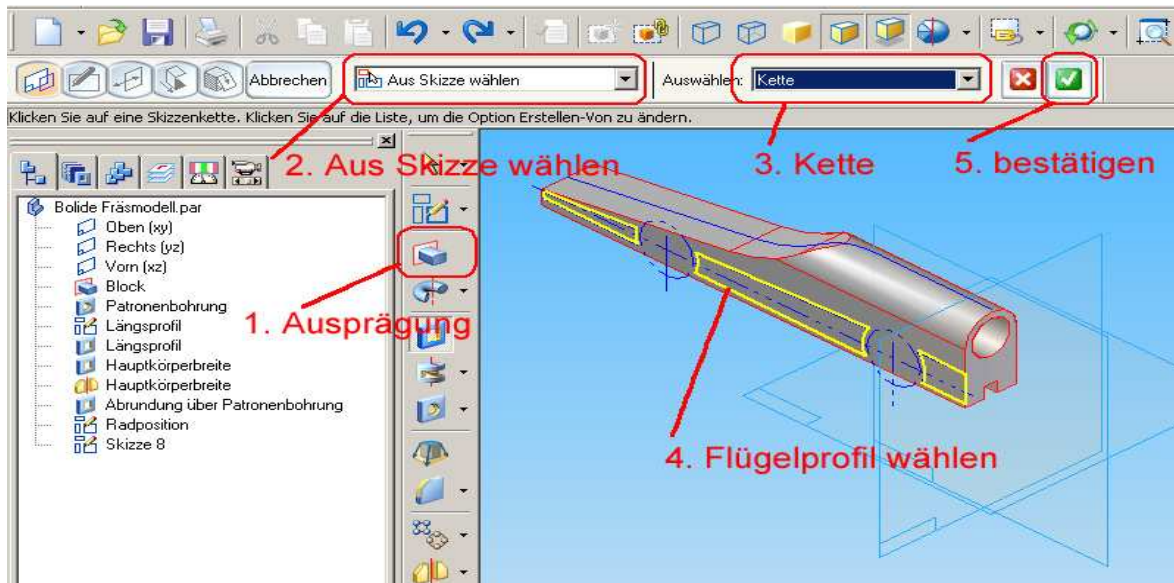

Abb. 37 Die Ausprägung für die Flügel herstellen
1. **Ausprägung** mit den Optionen *aus Skizze* und **Kette** wählen (Abb. 37).